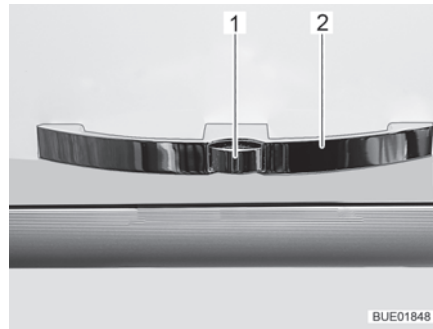

Fig. 48 Trampilla de muebles con tirador (ejemplo)
- Presionar el botón de desbloqueo (Fig. 48,1) en el tirador (Fig. 48,2) y mantenerlo presionado.